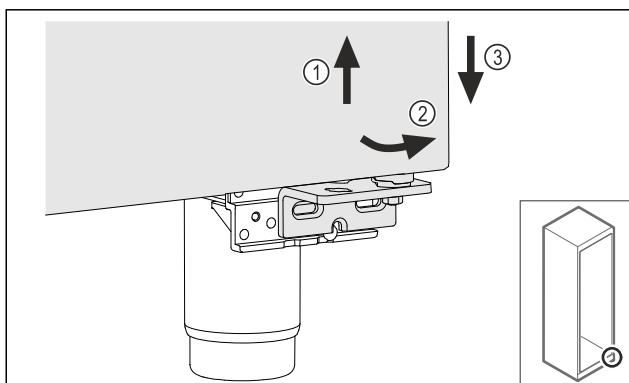

Fig. 16
- Levantar ligeramente la puerta Fig. 16 (1): inclinarla hacia delante por la parte inferior Fig. 16 (2) y bajarla Fig. 16 (3).